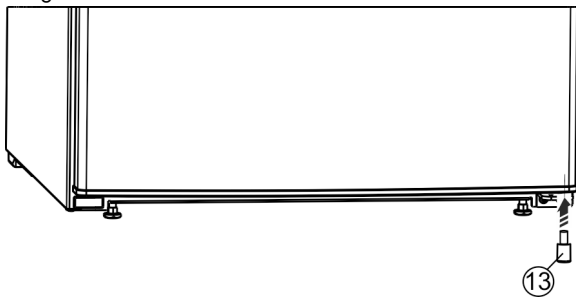

Fig. 26 *
- ▶ Afstandsdel Fig. 26 (13) anbringes igen nederst til højre i døren, da dette er vigtigt af hensyn til skabets stabilitet.*